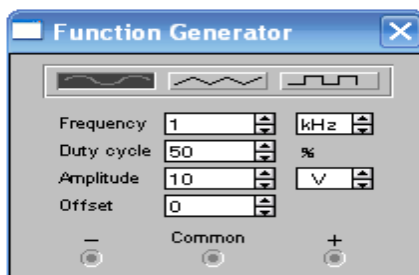

Рисунок 3 - Установка параметров входного сигнала на функциональном генераторе.
5.1На функциональном генераторе (рис.3.)установите значения частоты входного сигнала 100Hz (100Гц).